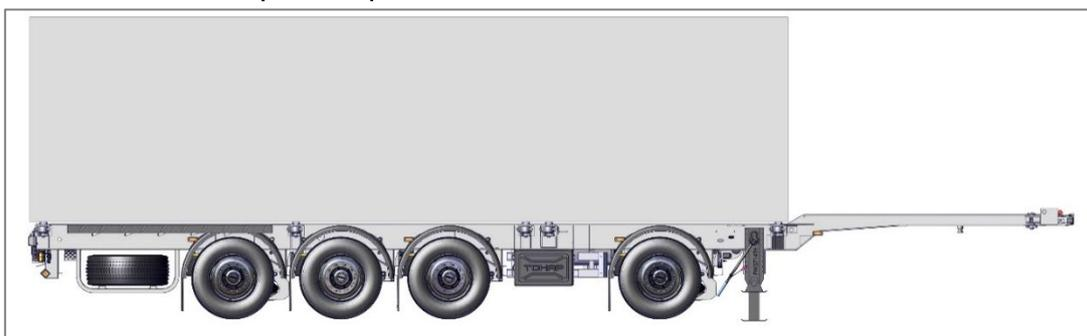

Рис. 41.2. Один контейнер 30"
3. Один контейнер 30" (рис. 41.2)